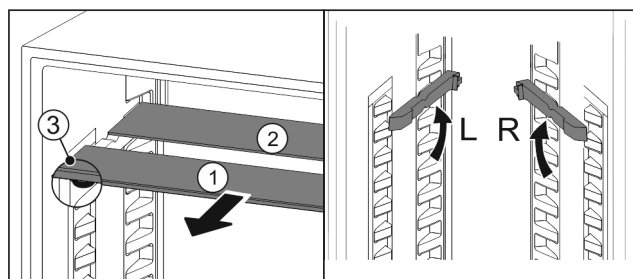

Fig. 25
- Издърпайте Fig. 25 (1) поотделно стъклените плочи напред.
- ▷ Стъклената плоча Fig. 25 (1) с декоративната лайстна е отпред.
- ▷ Ограничителите Fig. 25 (3) сочат надолу.